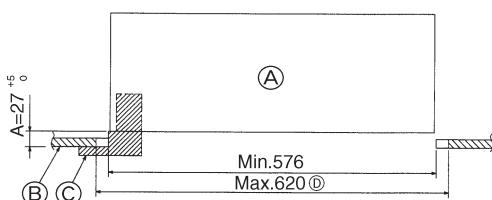

Fig. 8-2
8.2. Voorbereidingen voor het bevestigen van het rooster (Fig. 8-2)